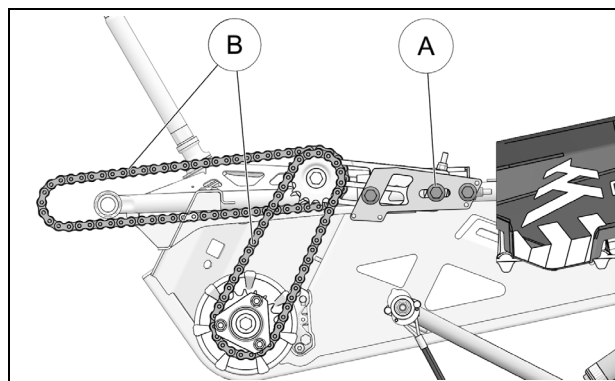

Figure 28
Si l'ajustement de la chaîne est à son maximum (A) et qu'il n'est plus possible d'obtenir la déflection requise de 1/8 à 1/4 po. (3-6 mm) au centre (B) des deux pignons, la chaîne doit être remplacée. Voir la Figure 28.